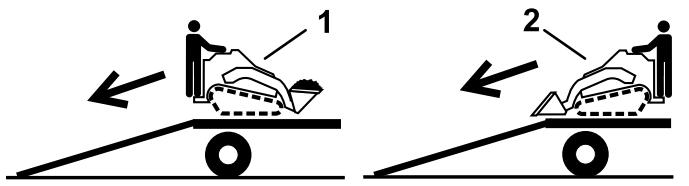

Figura 35
2. Descargue la máquina del remolque por la rampa con el extremo más pesado hacia arriba, y la carga en la posición más baja posible (Figura 35).